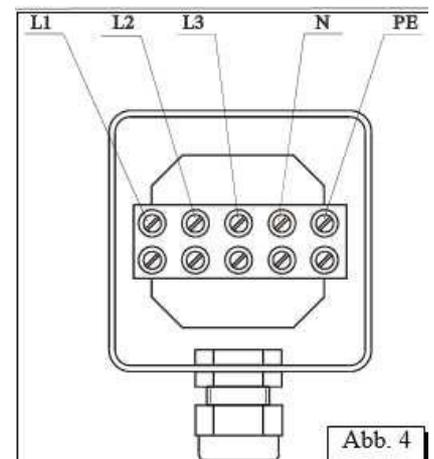

Abb. 4
- ⇓ Brancher le câble d'alimentation aux bornes respectives de la zone d'entrée (L1, L2, L3, N, PE) /Fig. 4/.